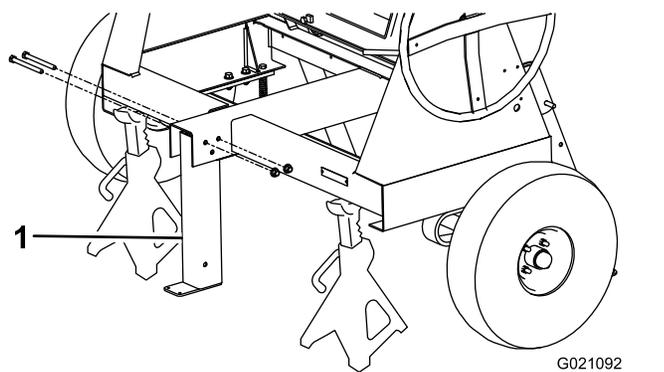

Figure 6
3. Retirez les 2 écrous et boulons qui fixent le pied stabilisateur avant au cadre (Figure 6) puis déposez le pied.